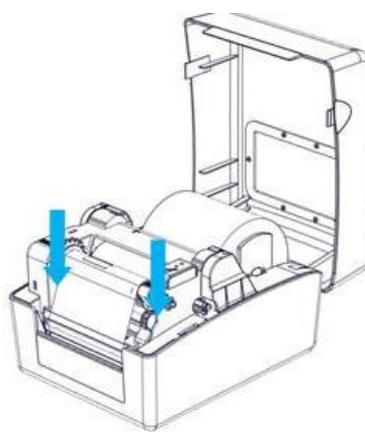

Рис. 2.4.2
- 5) Нажмите на держатель риббона до фиксации, а затем закройте верхнюю крышку принтера (см. рис. 2.4.2).